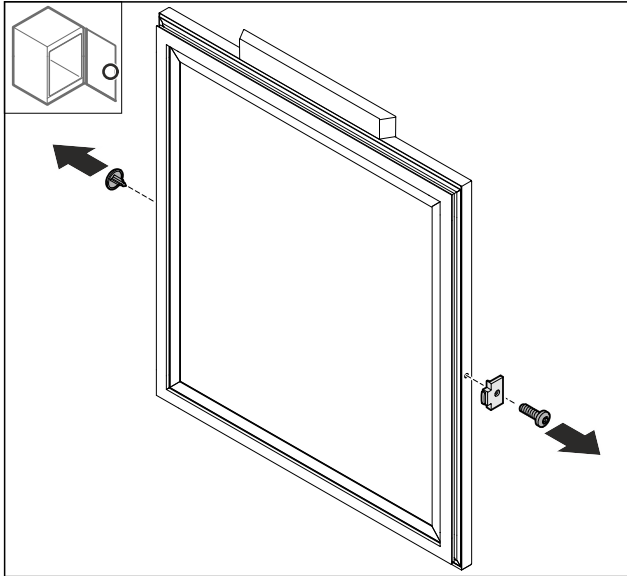

Fig. 17
- Hiqni kapakun mbulues Fig. 17 (1).
- Çmontoni ndaluesin e derës Fig. 17 (2).